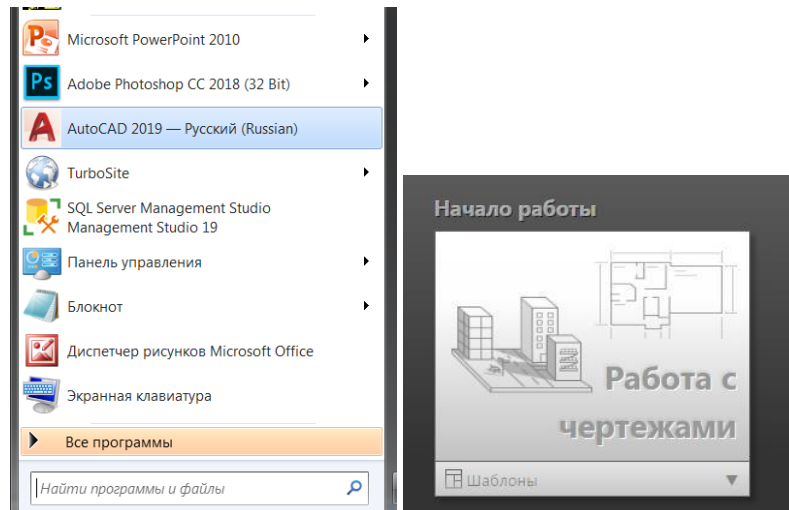

Рисунок 1 – Запуск программы AutoCAD
1. Выберите опцию AutoCAD в меню программы или выберите значок AutoCAD на рабочем столе. Нажмите кнопку Начало работы, чтобы начать новый чертеж. (Рисунок 1)